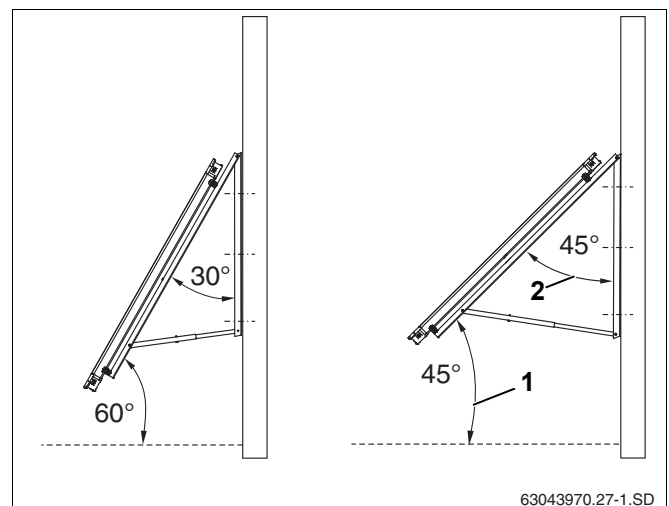

Рис. 10 Установочный угол коллектора на фасаде
- Установочный угол коллектора (рис. 10, **поз. 1**) относительно горизонта должен быть от  $45^\circ$  до  $60^\circ$  (т.е. угол наклона коллектора рис. 10, **поз. 2**, должен лежать в пределах от  $30^\circ$  до  $45^\circ$ ).